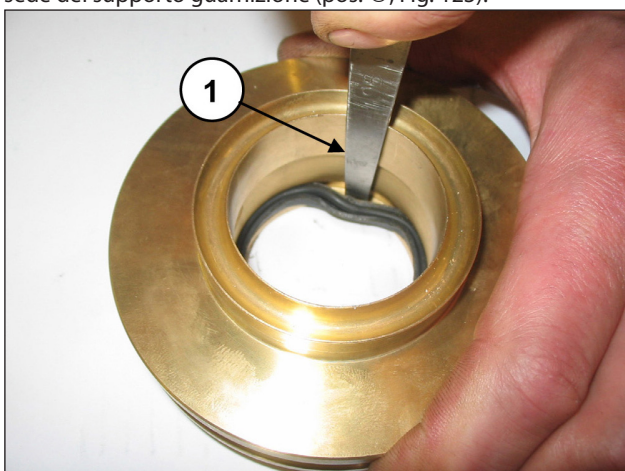

Fig. 123
Per togliere la guarnizione di bassa pressione è necessario utilizzare uno spessimetro o un attrezzo che non danneggi la sede del supporto guarnizione (pos. ①, Fig. 123).